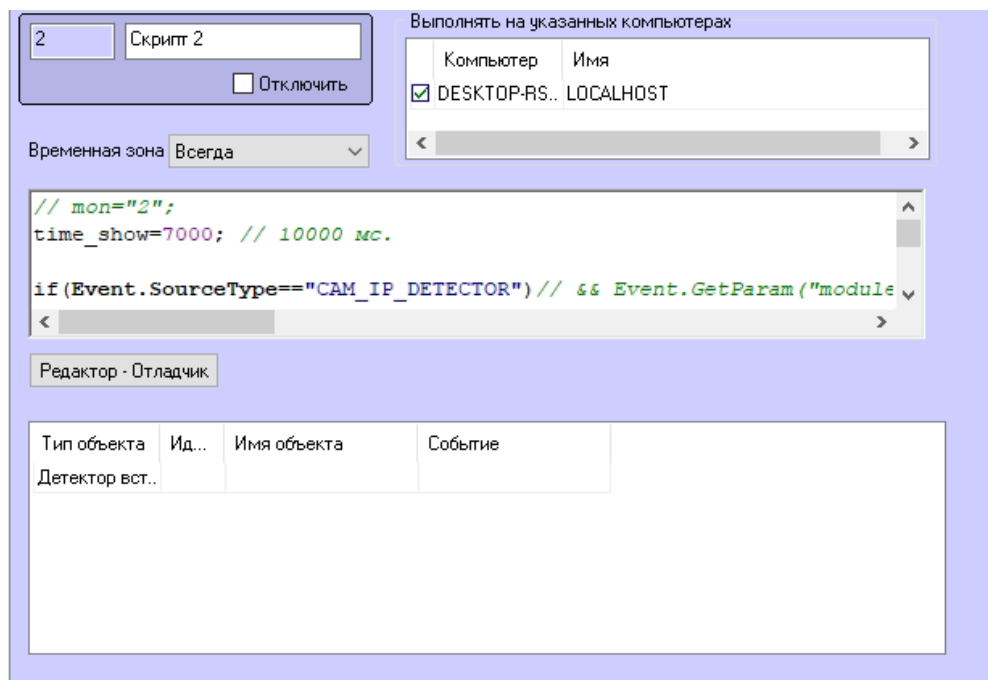

Рисунок 21– Отладка скрипта
- 4.1. Открыть «**Редактор - Отладчик**» (Рисунок 21);